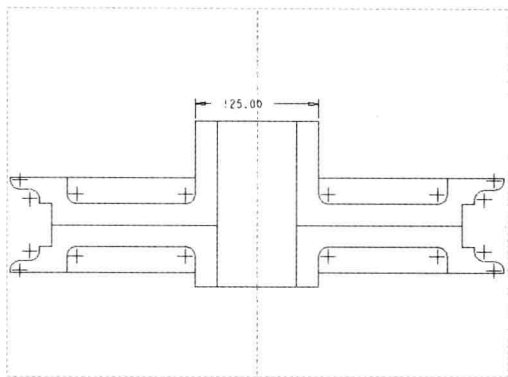

图 3-5 图形文件
Step 01 按【Ctrl+O】组合键,打开图形文件,如图 3-5 所示。